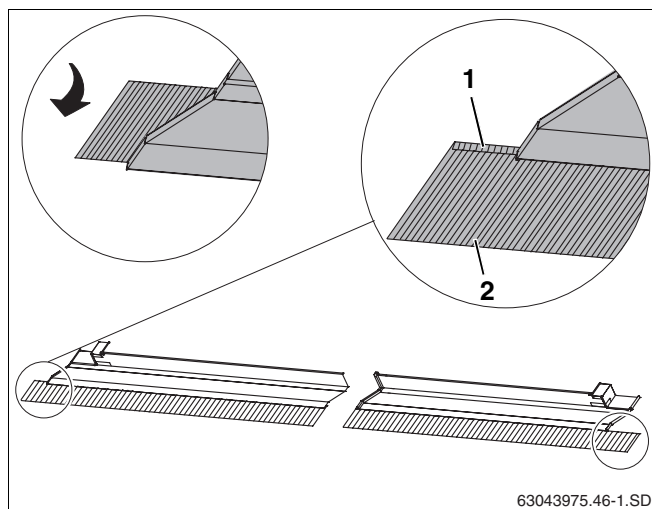

Fig. 43 Replier les feuilles de protection en plomb
- Poser les feuilles de protection en plomb de toutes les tôles de recouvrement vers l'avant (fig. 43, **pos. 2**).
- Poser également les extrémités des tôles extérieures en haut (fig. 43, **pos. 1**) vers l'avant.